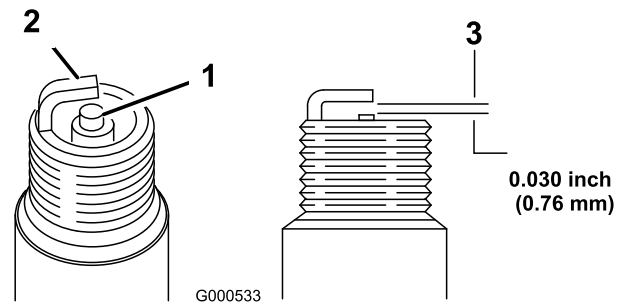

Figure 31
8. Réglez l'écartement des électrodes à 0,76 mm (0,030") (Figure 31).